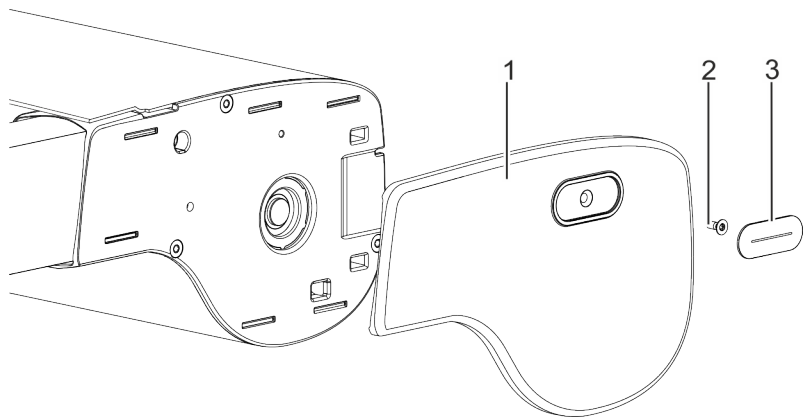

Abb. 45: Sichtdeckel demontieren
1. ➤ Aufkleber (Abb. 45/3) entfernen.
2. ➤ Schraube (Abb. 45/2) lösen und entnehmen.
⇒ Der Sichtdeckel (Abb. 45/1) kann abgenommen werden.